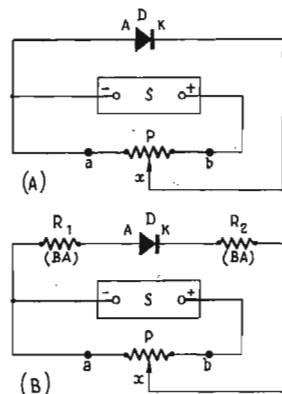

Fig. 9
Soit d'abord le montage de principe de la figure 9 (A) dans lequel la diode D est branchée directement entre un des pôles d'une source de tension continue S et le curseur d'un potentiomètre P